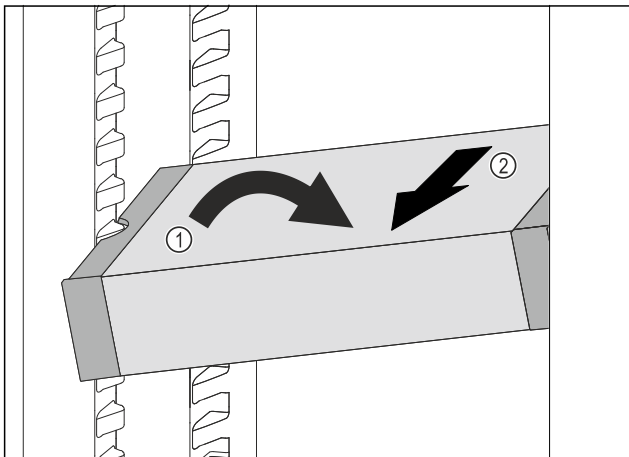

Fig. 208
- Incliner le VarioSafe dans la partie réfrigérateur. Fig. 208 (1)
- Sortir le tiroir VarioSafe par l'avant. Fig. 208 (2)